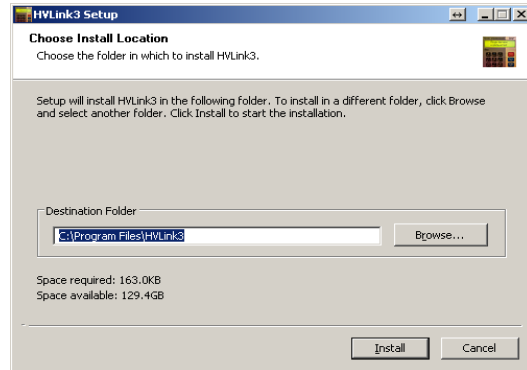

Рисунок 8.14
2) На екрані з'явиться вікно (рисунок 8.14), для продовження встановлення клацнути по кнопці **Install**.